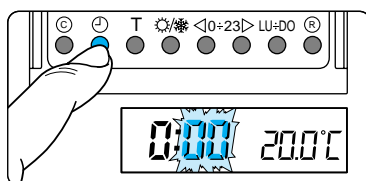

Fig. 13
3.2 - Premere il pulsante \ominus (fig.13).